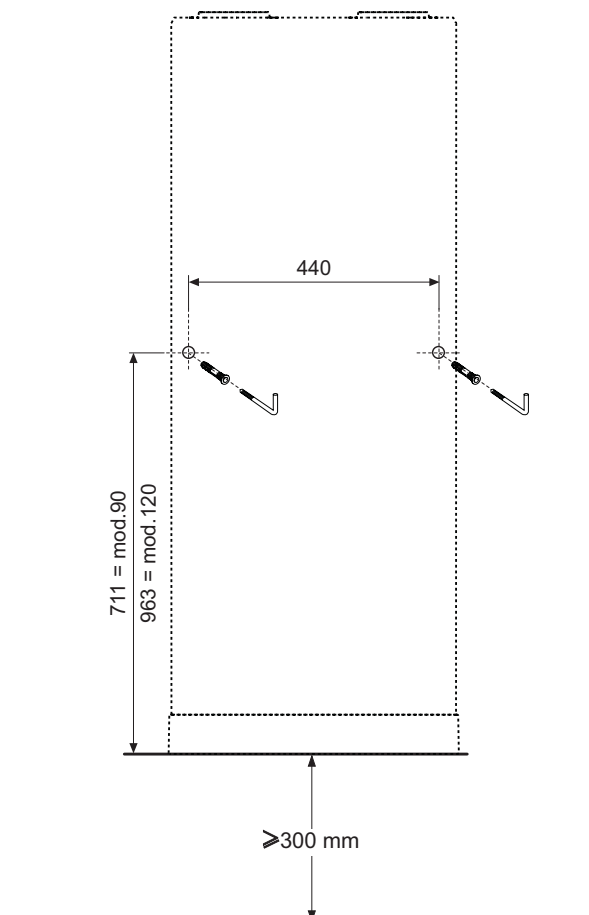

fig. 30 - Indicazione foratura
- Forare secondo le indicazione di fig. 30.